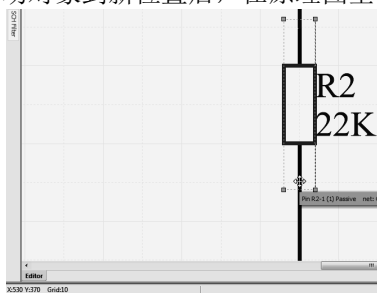

图 4-1-71 读取电阻 R2 下方管脚顶点的坐标
① 选中图 4-1-1 中的电阻 R2 和 R3，将鼠标指针移至电阻 R2 下方管脚的顶点上，观察软件左下角的状态栏，即可得到电阻 R2 下方管脚顶点的坐标，图 4-1-1 中电阻 R2 下方管脚顶点的坐标为 (530,370)，单位是 mil，如图 4-1-71 所示。